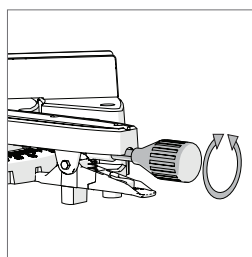

Abb. 30
- Den Feststellgriff für Gehrungswinkel (**Abb. 30**) durch Drehen gegen den Uhrzeigersinn lösen,